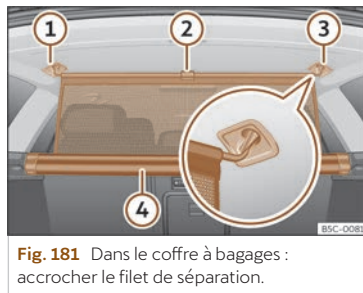

Fig. 181 Dans le coffre à bagages : accrocher le filet de séparation.
- Tirez la languette >>> fig. 181 ② vers le haut pour sortir le filet du boîtier ④.
- Attachez le filet de séparation au côté droit ou gauche ③ (image élargie).
- Attachez le filet de séparation dans le logement de l'autre côté ① en tirant la tringle.